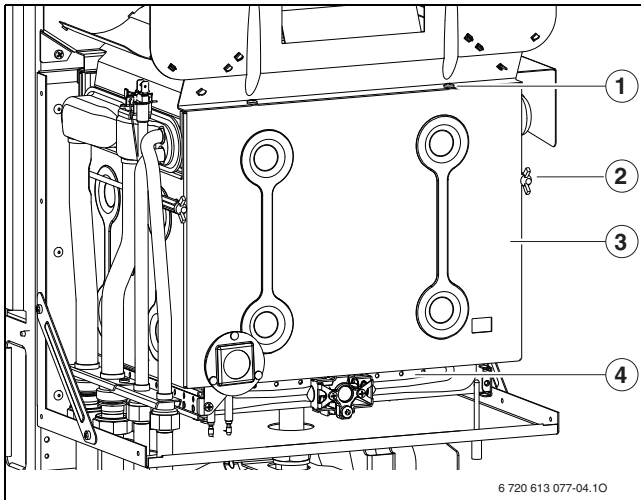

Fig. 37 Ouvrir le brûleur
- Retirer le panneau avant de la chambre de combustion et retirer le brûleur (→ fig. 37).